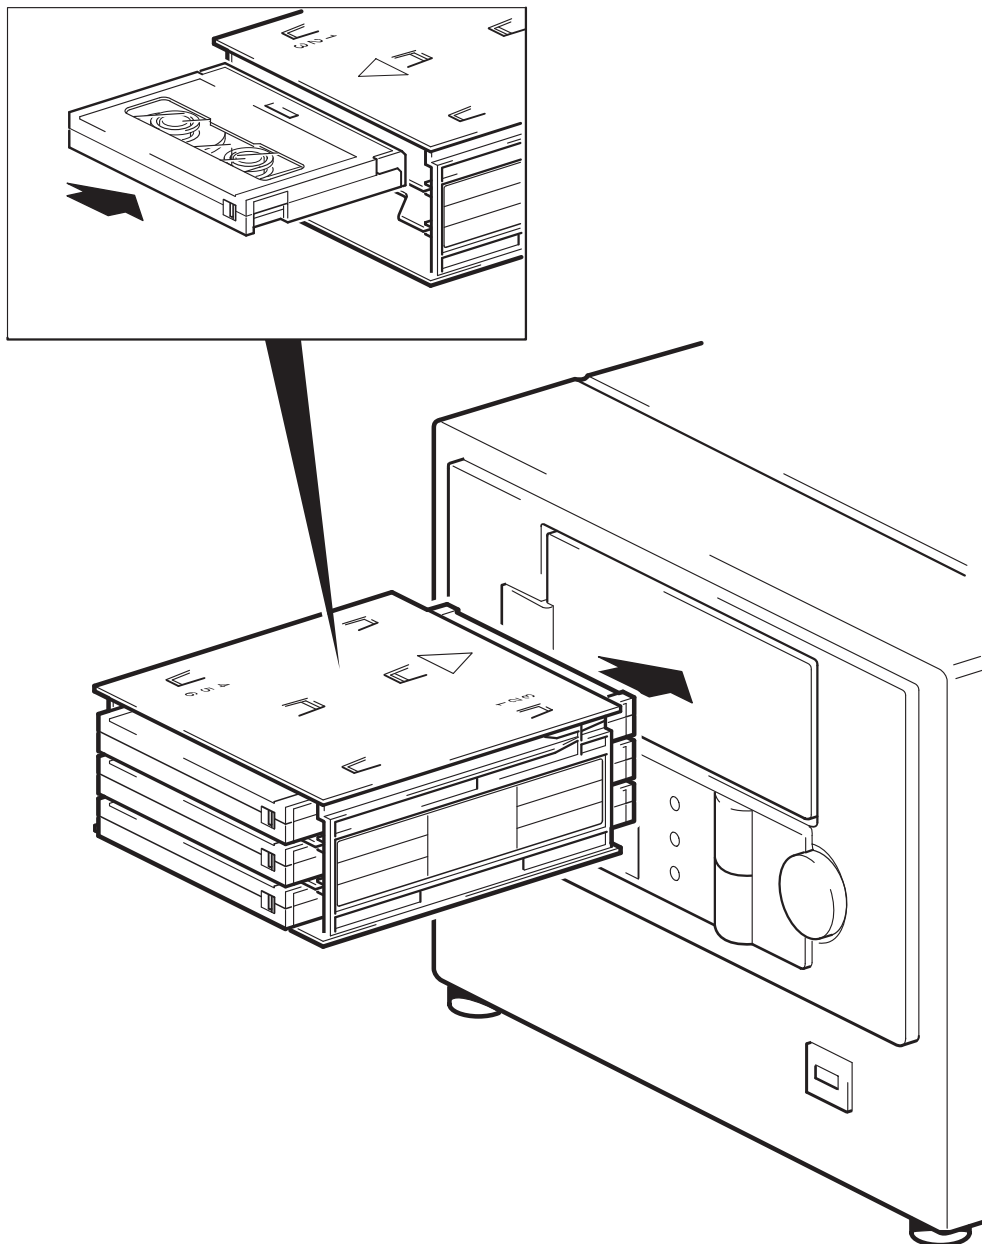

Figura 8: cómo cargar el cargador automático de cintas
- 2 Inserte la recámara por la puerta de la parte frontal del cargador automático de cintas. Asegúrese de que la flecha de mayor tamaño está en la parte superior y que señala hacia el cargador, como se muestra en la figura 8.